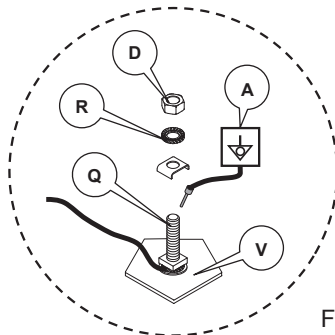

FIGURA 2
Con la chiave fissa da 7 mm collegare con un dado quadro M5 (Q), una rondella dentellata (R) e un dado esagonale M5 (D) il filo del circuito equipotenziale dell'abitazione (A) al telaio della vasca (V) come da indicazioni riportate in figura 2.